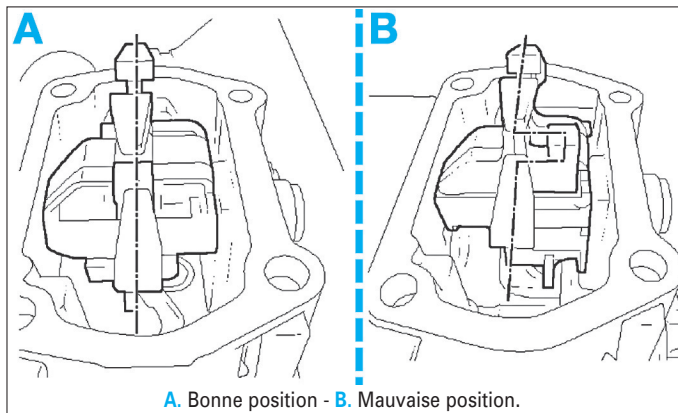

Fig. 31
- Contrôler la position de ralenti du module de changement de vitesses, le cas échéant la régler (Fig.31).